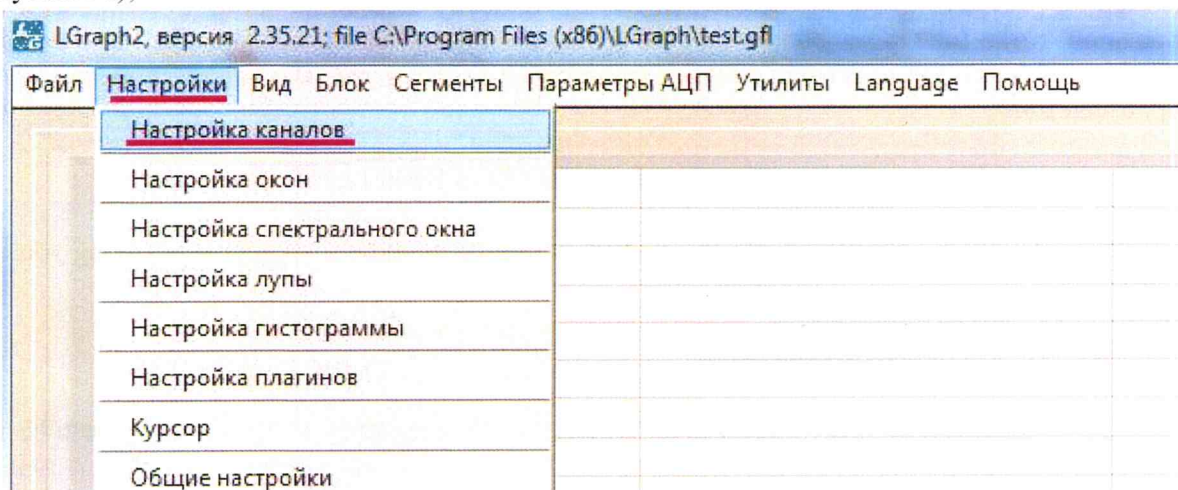

Рисунок 38. Настройка каналов
- 3) В верхней панели найдите вкладку «Настройки» и выберите пункт «Настройка каналов» (рисунок 38);